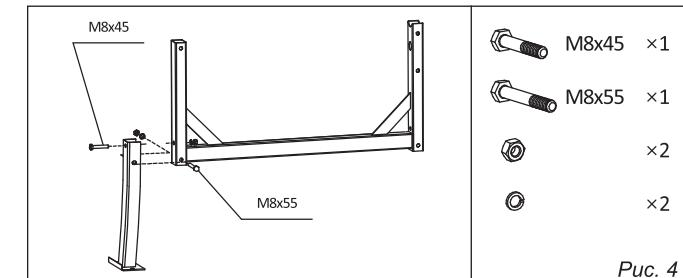

Рис. 4
1. К лежащей на боку раме присоедините опорную ножку как показано на рисунке (рис. 4).